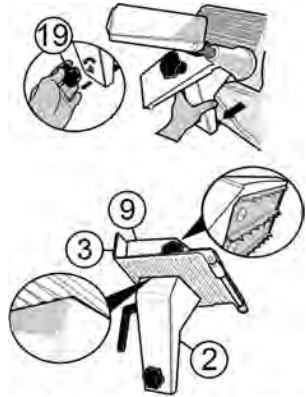

FIG 7. CARRO Y PORTA-CARRO
A. CARRO (Ver Fig. 7).
1.- Afloje la perilla del porta-carro (19) para remover el ensamblaje completo.
2.- Inspeccione el área de contacto entre el porta-carro (2) y el carro (3) y entre el pisón (9) y las placas dentadas. **Las superficies de contacto entre estos componentes no deberán tener espacios libres o claros. Además los empaques no deberán presentar desgaste o desprendimiento.**
3.- Limpie por completo y remueva todos los restos de comida, ponga cuidado especial a la barra de deslizamiento y al pisón (9). Aplique aceite mineral de uso aprobado para contacto con comida (Pregunte a su distribuidor).
1.- Barra deslizadora: se debe lubricar la barra para deslizamiento de carro con grasa ligera cada 100 horas de uso ó 3 días de servicio. El punto a lubricar es la circunferencia completa de la barra (20) principal y alrededor de la barra cuadrada (por debajo de la base).
2.- Disco-cuchilla: Después de cierto periodo de uso ó si observa que la calidad del corte ya no es tan fina como la primera vez, necesitará afilar el disco (5). Siga las siguientes instrucciones :
B.- Afloje la perilla (17) de la caja afilador localizada debajo del ensamble para liberar el mecanismo (**Fig. 7**).
C.- Levante el ensamble y gírelo 180°, vuélvalo a insertar y asegúrelo. Verifique que las piedras están arriba (12) y abajo (11) del disco y a una distancia Aprox. de 7 mm del borde. Atornille la perilla (17).
D.- Encienda el equipo y presione el pin "a", deje que la piedra (11) roce debajo del disco por unos segundos. Esto afilará la orilla y dejará una pequeña rebaba sobre la misma. Deje de presionar el pin "a" y éste se botará automáticamente y regresará a su posición de origen.
E.- Ahora presione el pin "b" y la piedra (12) removerá el exceso de rebaba sobre la misma. Tenga cuidado de no excederse en la presión de la piedra pues podría crear un ángulo inverso y dañar la orilla del disco. Al dejar de presionar el pin "b" éste regresará a su posición de origen.